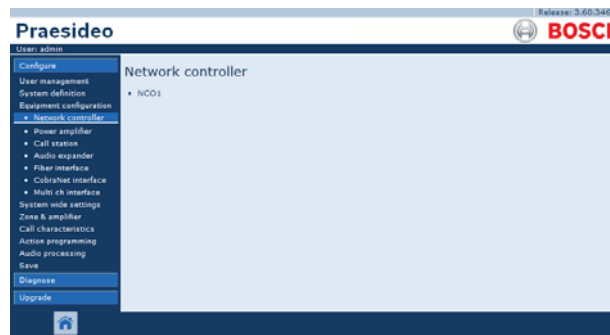

рисунок 44.2: Конфигурирование контроллера сети, шаг 1
- 1 Перейдите *Configure > Equipment configuration > Network controller*. В основной части веб-интерфейса откроется экран, подобный экрану, приведенному на рисунок 44.2.